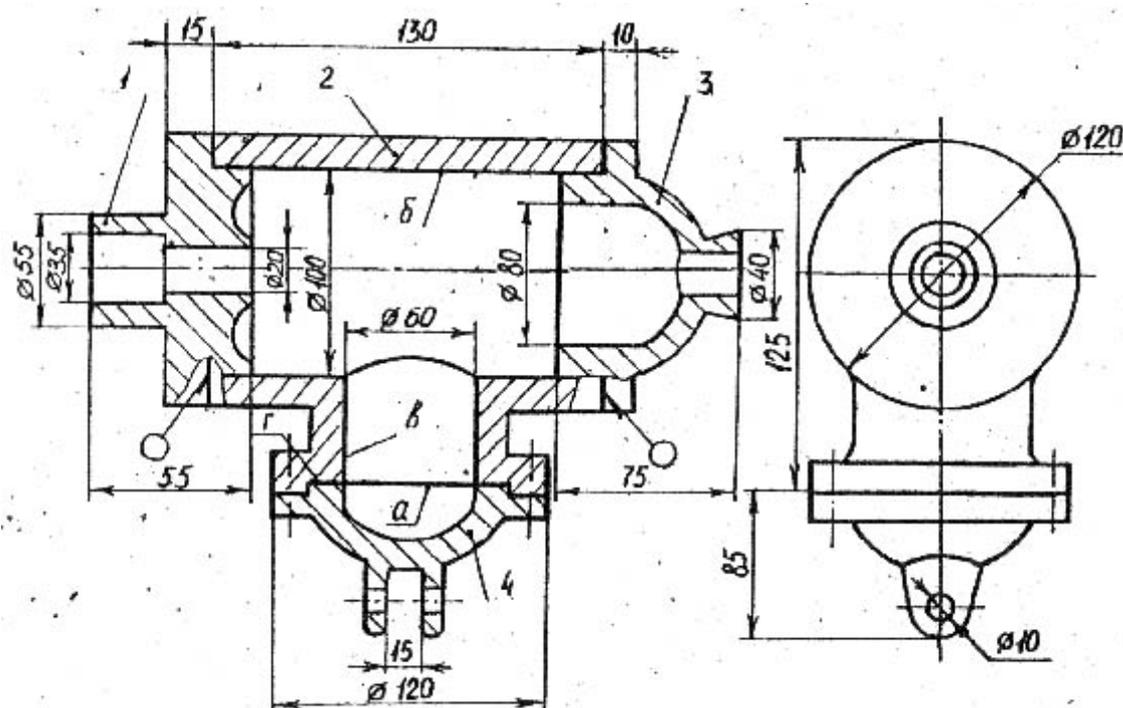

Рис. 3. Учебный узел 3
*Рис. 3.* Заготовку детали 2 (материал сталь 45Л, производство мелкосерийное) получить методом литья. Припуски на обработку наносятся на поверхности, контактирующие с другими деталями, а также поверхности "б", "в". Деталь 1 (материал сталь 45, производство массовое) выполнить горячей объемной штамповкой, припуски на обработку назначаются на все поверхности. Поверхности "а", "б" детали 2 и отверстие диаметром 20 мм детали 1 обработать резанием. Сварить детали 1 и 2 герметичным швом. Способы контроля качества сварных швов на герметичность.
*Рис. 3.* Заготовку детали 4 (материал СЧ25, производство массовое) получить литьем, припуски наносятся на поверхность, прилегающую к детали 2, и паз шириной 15 мм. Заготовку детали 3 (материал сталь 45, производство массовое) изготовить горячей объемной штамповкой, припуски